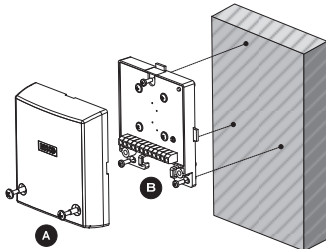

图1：安装探测器在金属表面
2. 拆除前盖固定螺丝并将其和底板分离，如图1(A) / 2(B)。
直接安装在金属表面(如图. 1)
- c. 使用配送的固定螺丝将探测器固定，如图1(B)。
- 8) 将前盖装回并锁紧前盖固定螺丝; 如图1(A) / 2(B)。